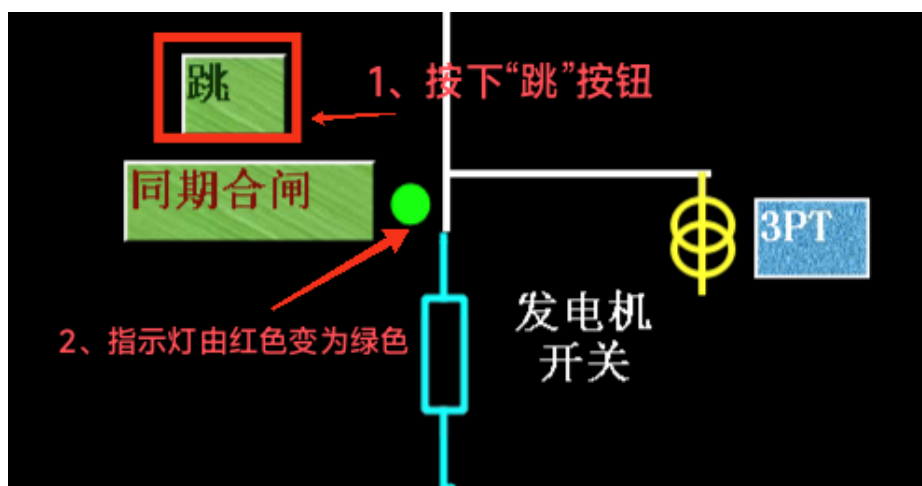

图 18 发电机解列
②有功功率和无功功率调整至 0 附近后,点击“跳”按钮,若指示灯由红色变为绿色,则表示发电机解列成功(如图 18 所示),若指示灯仍为红色,则表示发电机解列未成功,需再次点击“跳”按钮。